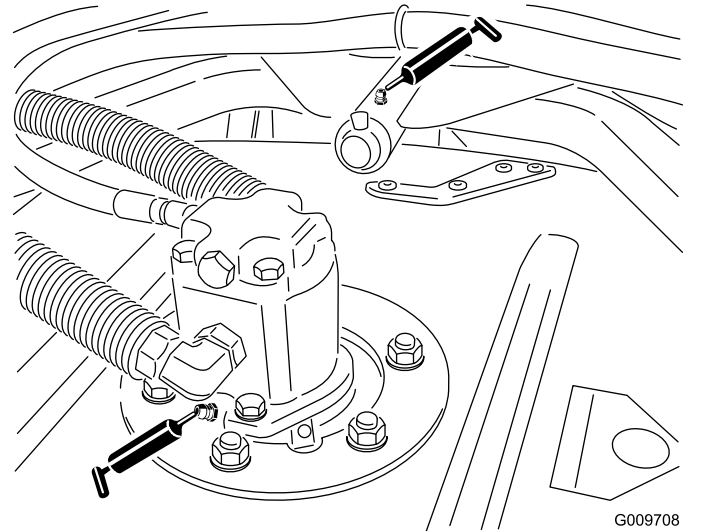

図 54
- 図 54に示す、スピンドルシャフトのベアリングカッティングユニット 1 台に 2 ヶ所
- 図 54に示す、刈り込みデッキのキャリアアームのブッシュカッティングユニット 1 台に 1 ヶ所